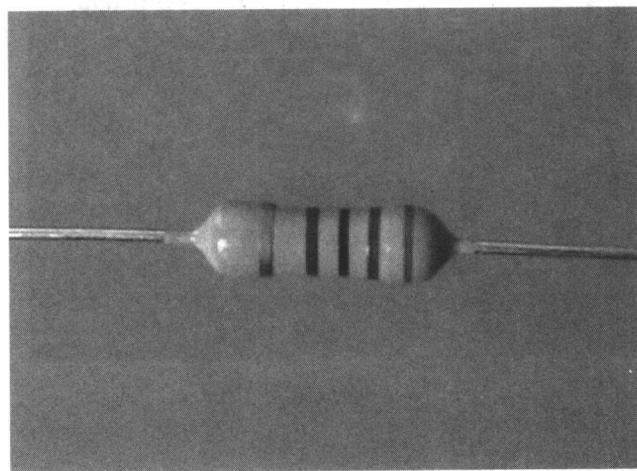

图 1-7 金属膜电阻
(2) 金属膜电阻。金属膜电阻就是将金属或合金材料在真空高温的条件下加热蒸发沉积在陶瓷骨架上制成的电阻，不过合金材料也可以采用化学沉积和高温分解等其他方法，但采用最多的方法还是蒸镀法，其外形结构如图 1-7 所示。金属膜电阻具有耐高温性能好、温度系数小、热稳定性好、噪声小等优点。与碳膜电阻相比，它的电压系数更高，同等条件下的体积也比碳膜电阻小很多，但是它的脉冲负荷稳定性差，造价也较高。